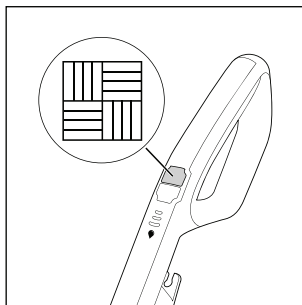

Abb. 13
- ♦ Um das Gerät einzuschalten, drücken Sie den Schalter Hartfußboden  14 (siehe Abb. 13). Die LED des Schalters Hartfußboden  14 leuchtet blau.
- ♦ Drücken Sie zum Ausschalten des Gerätes erneut den Schalter Hartfußboden  14 (siehe Abb. 13).